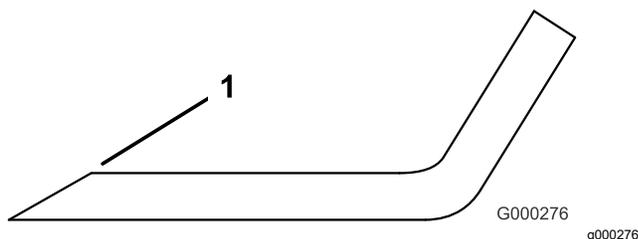

Figure 85
3. Examinez les tranchants de toutes les lames et affûtez-les s'ils sont émoussés ou ébréchés (**Figure 85**).
Remarque: N'aigüisez que le haut du tranchant et conservez l'angle de coupe d'origine pour obtenir une coupe nette (Figure 85). Limez la même quantité de métal sur les deux tranchants pour ne pas déséquilibrer la lame.